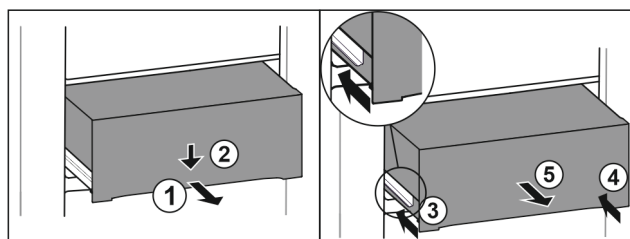

Fig. 123
- ▶ 将抽屉拉出一半。 Fig. 123 (1)
- ▶ 朝下按压正面的抽屉。 Fig. 123 (2)
- ▶ 将左侧轨道推入大约 2 cm。 Fig. 123 (3)
- ▶ 将右侧轨道推入大约 2 cm。 Fig. 123 (4)
- ▶ 朝前取出抽屉。 Fig. 123 (5)